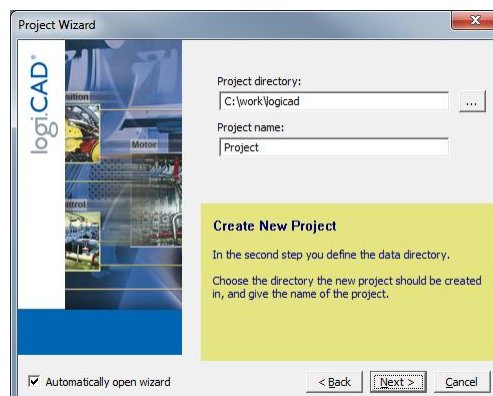

Abbildung 4: Projektname und Pfad
5. Geben Sie einen Projektnamen und einen Pfad an, wo die Projektdateien gespeichert werden sollen (siehe Abbildung 4).